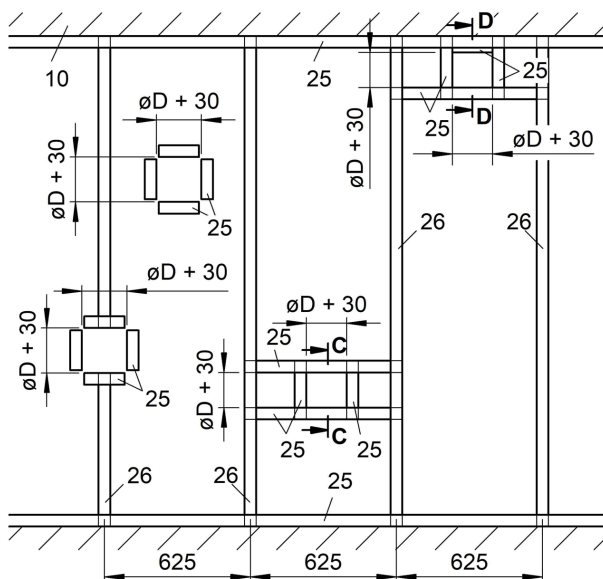

Abbildung 39: Metallständerwerk mit erforderlichen Auswechslungen für BRS mit Anbaurahmen AR (Trockeneinbau)
- Metallständerwerk und Wand gemäß den Angaben des Wandherstellers herstellen und Auswechslungen entsprechend der Abbildung 39 vorsehen.
- Metallständerwerk und Wand gemäß den Angaben des Wandherstellers herstellen und Auswehlungen entsprechend der Abbildung 39 vorsehen.